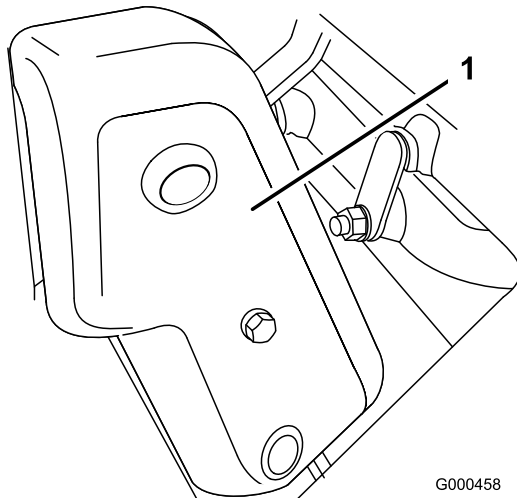

Figura 37
1. Togliete i dispositivi di fissaggio del paracinghia e il paracinghia per accedere alla cinghia (Figura 37).